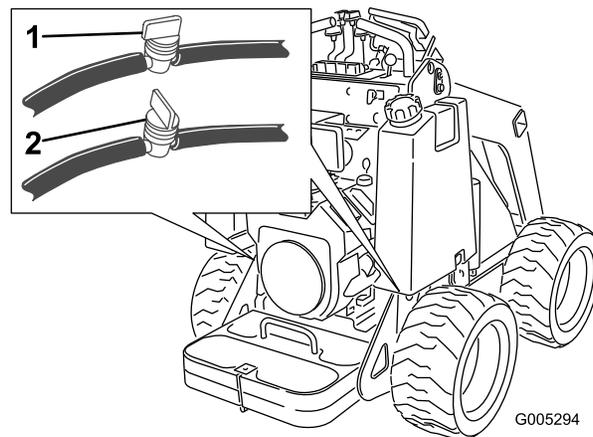

Рисунок 32
2. Закройте топливный клапан на днище каждого топливного бака (Рисунок 32).
3. Закройте топливный клапан в шланге около днища топливного бака (баков), как показано на Рисунок 32.
8. Откройте топливный клапан (клапаны) в шланге (шлангах) около днища топливного бака (баков), как показано на Рисунок 32.